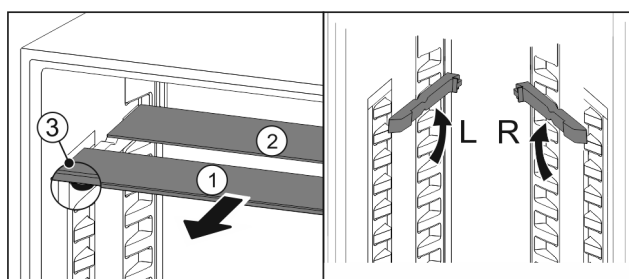

Fig. 102
- estrarre i ripiani di vetro singolarmente tirando in avanti Fig. 102 (1).
- Il piano in vetro Fig. 102 (1) con il motivo ornamentale è nella parte anteriore.
- I fermi Fig. 102 (3) sono rivolti verso il basso.